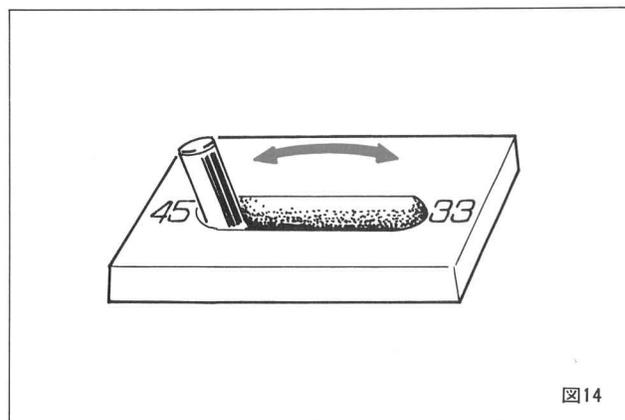

図14
- ④ スピード切換レバーを演奏するレコードの回転数に合わせてみます。(図14)